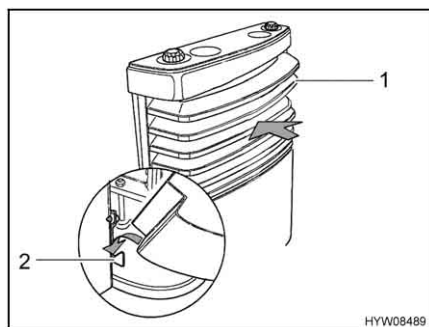

Fig. 115 Copertura del riscaldamento (supporti inferiori)
- Montare la copertura del riscaldamento. A tale scopo, collocare la copertura (Fig. 115,1) sui supporti inferiori (Fig. 115,2).